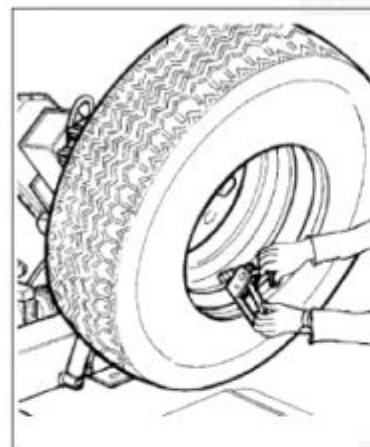

Рисунок 20
- 8) Снимите хомут и прикрепите его ко второму бортику внизу с внешней стороны (6 часов) (см. рис.20).
10) Прикрепите хомут ко второму бортику с внешней стороны (6 часов) (см. рис. 20).